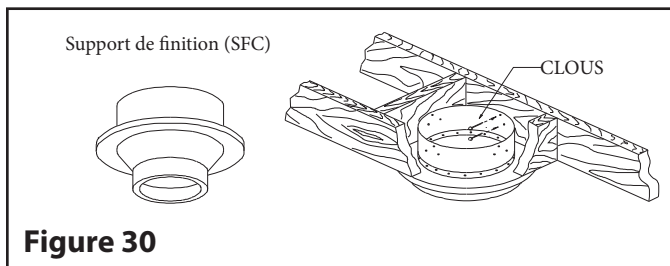

Figure 30
Étape 3 : Par en dessous, poussez le support de finition (SFC) dans l'ouverture percée au préalable. Clouez le support au boîtier encadré à l'aide de (12) clous torsadés de 3 po ou vis #8 x 1 1/2" (voir **Figure 30**).